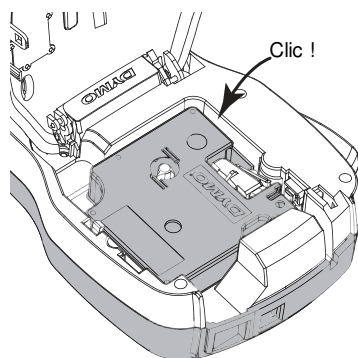

Figure 6
- 3 Insérez la cassette et appuyez fermement sur celle-ci jusqu'à ce qu'elle s'enclenche. Voir Figure 6.